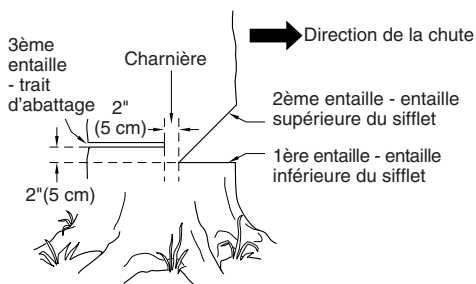

Figure 12 - Abattage d'un arbre
Un sifflet d'abattage correctement placé permet de déterminer la direction de la chute de l'arbre. Placer le sifflet d'abattage du côté de l'arbre où l'on veut qu'il tombe. (Voir la Figure 12, page 51.) Procéder de la façon suivante pour faire le sifflet.
- Faire l'entaille inférieure aussi près du sol que possible. Tenir la tronçonneuse de manière à ce que la guide-chaîne soit horizontale. Tailler sur 1/3 du diamètre du tronc d'arbre. (Voir la Figure 12, page 51.)
**Exemple :** Si l'entaille inférieure a 20 cm (8 po) de profondeur, commencer l'entaille supérieure à 20 cm au-dessus de cette dernière. Scier vers le bas à un angle de 45°. L'entaille supérieure doit rencontrer l'extrémité de l'entaille inférieure. (Voir la Figure 12.)
- De l'autre côté de l'arbre, faire le trait d'abattage à 5 cm (2 po) au-dessus de l'entaille inférieure du sifflet. (Voir la Figure 12.) Faire le trait parallèle à l'entaille inférieure.
**AVERTISSEMENT : Ne pas scier l'arbre complètement. Laisser environ 5 cm (2 po) de bois non scié directement derrière le sifflet d'abattage. (Voir la Figure 12.) Cette partie non sciée sert de charnière. La charnière empêche l'arbre de se tordre et de tomber dans la mauvaise direction.**